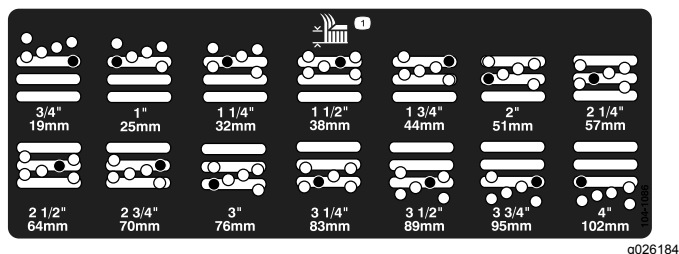

Figura 16
5. Mova a câmara para a altura de corte desejada e instale o espaçador no orifício e ranhura da altura de corte designada (Figura 16).